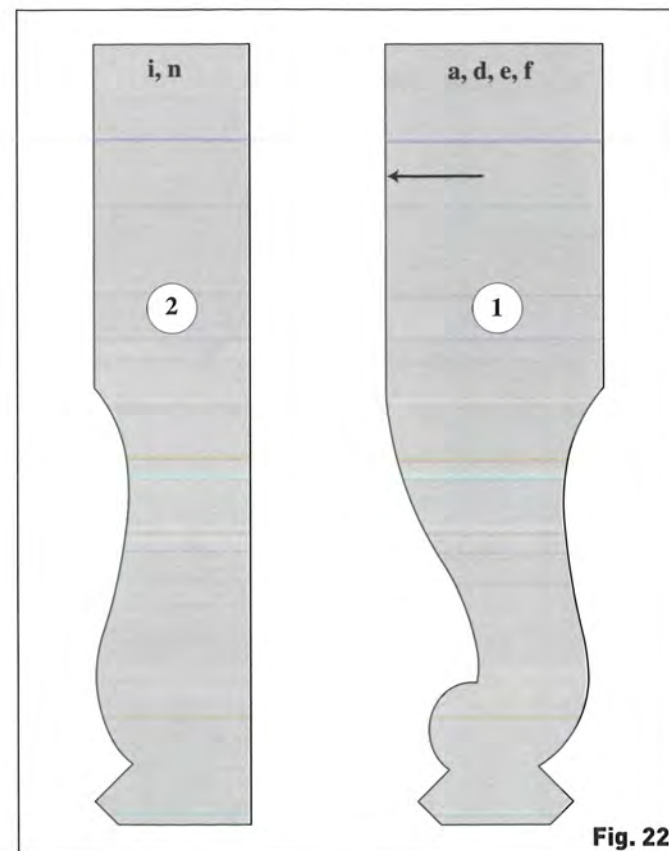

Fig. 22
Faites un calibre en carton des pieds des montants avant (1) et arrière (2) (Fig. 22). Reproduisez exactement les courbes, ne les exagérez pas : le pied s'amincirait. Faites un essai de découpe sur une chute de bois de même section que les montants. Si cela se présente bien, posez votre calibre sur un pied, la flèche vers l'arête extérieure du montant. Tracez la découpe, puis repositionnez le calibre sur l'autre face du pied, toujours la flèche vers l'arête extérieure du montant.